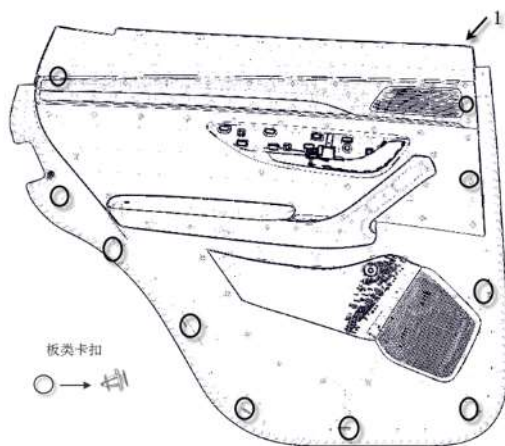

图 9-1-5 左后门护板卡扣位置示意图
(5) 如图 9-1-5, 用手掰上本体前端, 如箭头 1 处, 将门护板上本体与水切分离, 然后用缠有胶带的一字起将板类卡扣依次从钣金孔剥离, 即可将门板总成从钣金上取下(此时门护板有线束约束, 不可拉扯过远)。